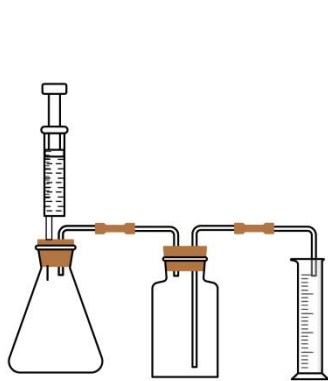

图2
小组设计了图 2 实验装置，用表中溶质质量相等的四组过氧化氢溶液进行实验。在集气瓶中加满水，锥形
(3) 检查图2装置气密性的操作是\_\_\_\_\_。
(4) 反应的化学方程式为\_\_\_\_\_。
(5) ④比③产氧量少，可能的原因是\_\_\_\_\_。